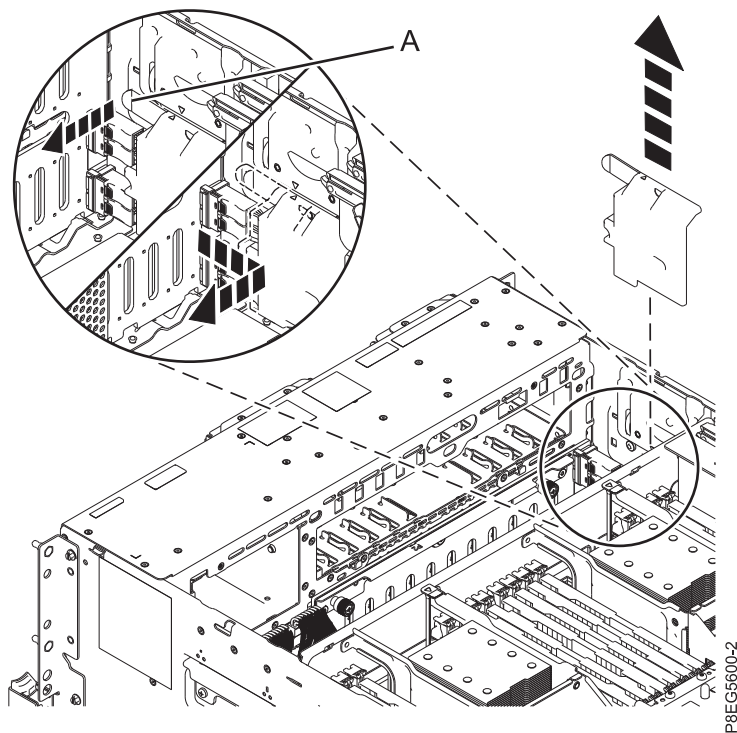

図 1. SAS ケーブル・カバーの取り外し
3. 前面 SAS ケーブルからカバーを取り外します。 3 ページの図 1 に示すように、ハンドル (A) をつまんでシステムの側面から引き離し、さらにカバーを後部方向にスライドさせて取り外します。